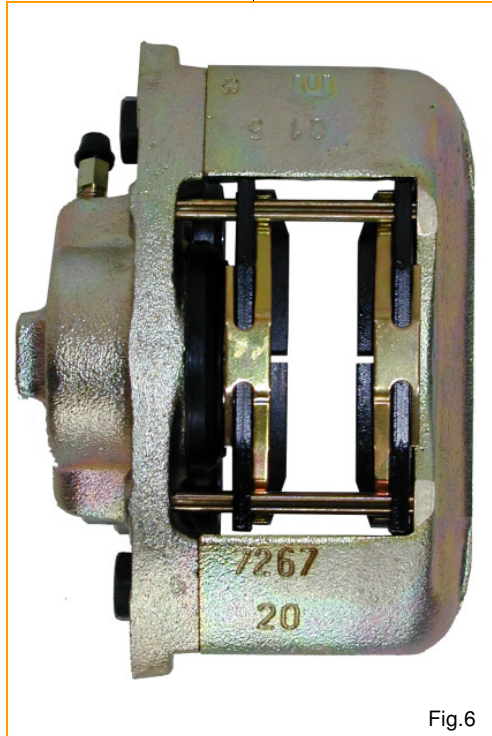

Fig.6
- The calipers are left and right handed. The picture Fig.6 shows you how the pads are installed correctly. Check that the springs are fitted correctly.
- Montieren Sie die Bremsbeläge im Sattel wie in Fig.6 gezeigt. Achten Sie auf den richtigen Sitz der Federn.
See Fig.6
Siehe Fig.6